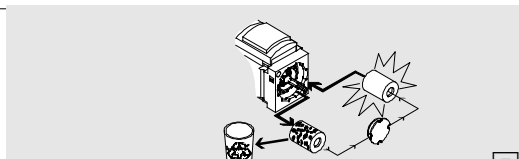

Fig. 5
- Remplacer la cartouche filtrante dont les pores sont bouchés (→ Fig. 5). Ne saisir la cartouche filtrante neuve que par le dessous. Dans la nouvelle cartouche filtrante de 5 µm, un support est intégré.
- Sostituire la cartuccia filtrante con i pori ostruiti (→ Fig. 5). Toccare la cartuccia filtrante nuova solo nella parte inferiore. La nuova cartuccia filtrante 5 µm è dotata di un cestello di supporto.